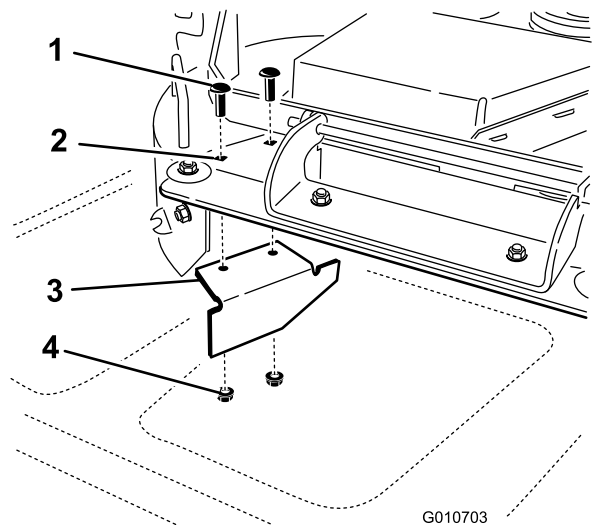

**Figura 34**
13. Remova o parafuso de carroçaria e a porca de bloqueio que prendem o abafador direito na parte superior da plataforma do cortador e retire o abafador direito da plataforma do cortador (Figura 34).